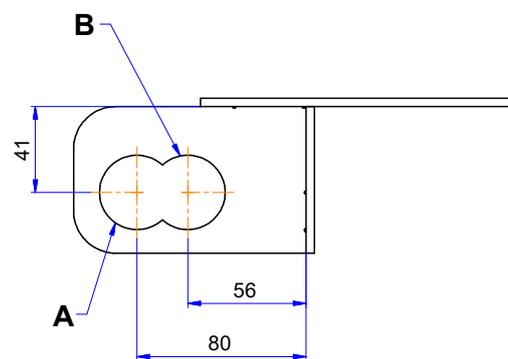

Figura 31. Opciones de montaje, accesorio de montaje
6. Montar los brazos primeros en los ojetes del accesorio. Utilizar la posición A si el puente está equipado con protector, de lo contrario usar la posición B. Ver Figura 31. Usar los pernos de pivote comunes del puente de acero. En caso que no se pueda montar con un accesorio de montaje, medir la distancia correspondiente entre el brazo primero y la plataforma, ver Figura 31.